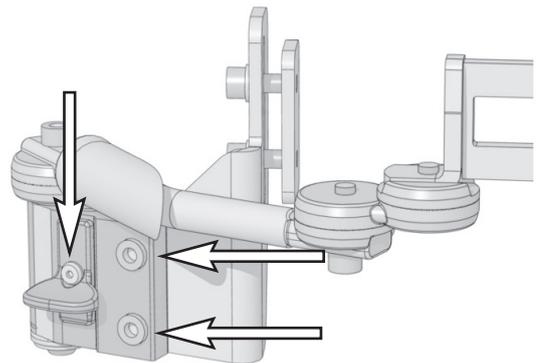

Bild 17. Demontera fästet och frigöringsknappen.
1. Demontera bålstödets ordinarie fäste, det sitter monterat med två skruvar. Se bild 17.
2. Demontera frigöringsknappen. Se bild 17.